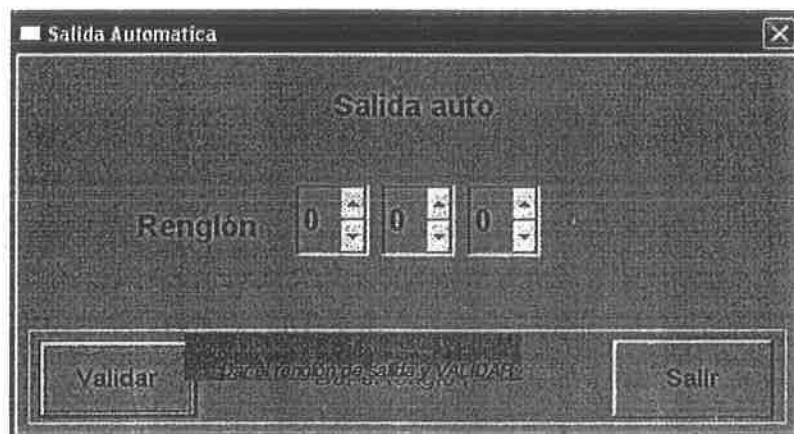

Fig. 18. Ventana " Salida Auto "
• Con las 6 flechas, introducir el renglón de salida del próximo tren a salir (Ver Fig 18)	Se puede dejar cero: en este caso, la gestión salida va sincronizarse con el próximo tren a la salida